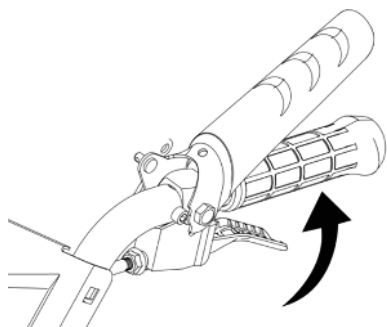

Рисунок 12
4. Опустите машину, установите рулевую тягу (рисунок 14A) в два крюка (рисунок 14B), чтобы соединить шестерни (рисунок 14C) как показано на рисунке 15. Обратите внимание, что в процессе установки нельзя зажимать красный рычаг блокировки управления под левой ручкой (рисунок 12).